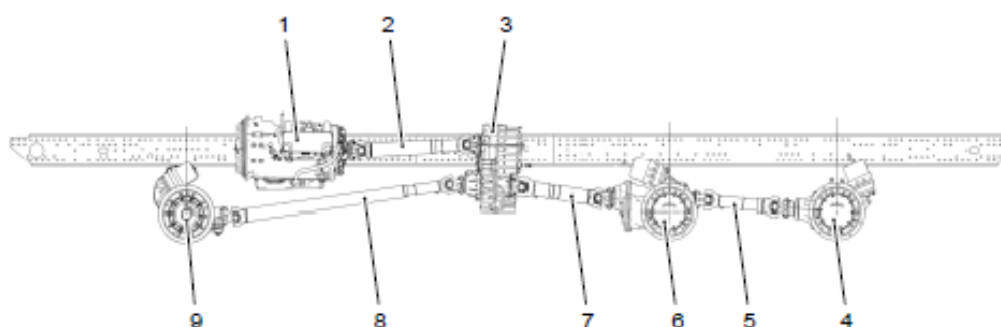

Abb. 2-229 Einbauort Gelenkwellen
Zum Abschleppen immer den Antriebsstrang durch Aushängen der Gelenkwelle (Abb. 2-229/2) am Verteilergetriebe (Abb. 2-229/3) unterbrechen.
- (1) Gelenkwelle (Abb. 2-229/2) zwischen Automatikgetriebe (Abb. 2-229/1) und Verteilergetriebe (Abb. 2-229/3) gegen Herabfallen sichern.